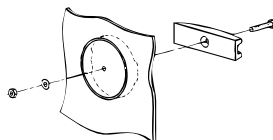

Fig. 2 Fjerning røykløkk
4. Løft, ikke tipp, peisovnen til oppreist stilling. Ildstedets plassering avgjør hvilket røyklokk som skal fjernes. Benytt vedlagte spesialverktøy. Se fig. 2: